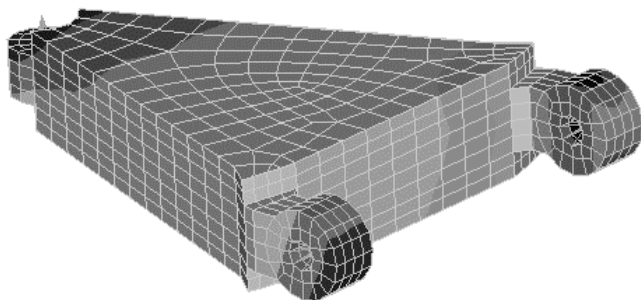

图 8-25 单元位移云图
(2) 单击 Close 按钮关闭信息窗口。查看模型的变形形状有助于判断边界条件是否正确定义及模型是否按期望变形。第 1 页是优化结果，第 2、3、4 页可以查看分析结果。
(3) 单击工具栏 Next page (➡) 按钮进入下一页面。第 2 页显示 `carm_complete_s1.h3d` 文件结果。注意，此页名为 Subcase 1 - brake，其结果与子工况 brake 对应。
(4) 单击工具栏 Contour (🌈) 按钮。
(5) 单击激活 Result type: 栏第一个下拉菜单并选择 Displacement [v]。
(6) 单击激活第二个下拉菜单，并选择 Mag。
(7) 单击 Apply 按钮显示位移云图，如图 8-25 所示。